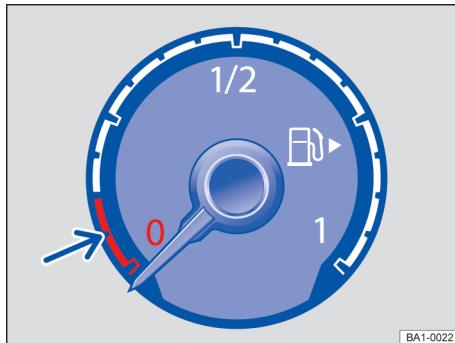
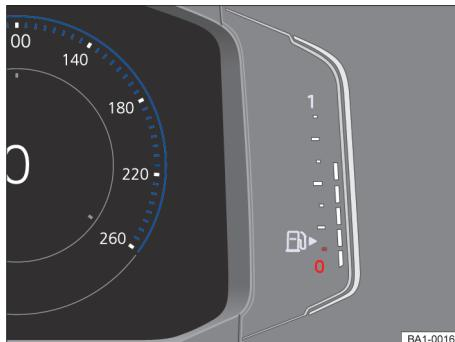

Fig. 15 Indicador do nível de combustível no instrumento combinado.
Fig. 16 Indicador do nível de combustível no Active Info Display.
- Veículos com instrumento combinado digital: adicionalmente, um diodo luminoso vermelho pisca junto ao indicador do nível de combustível → Fig. 16.
A pequena seta ao lado do símbolo da bomba de combustível no mostrador → Fig. 15 ou → Fig. 16 indica de que lado do veículo está a portinhola do tanque.